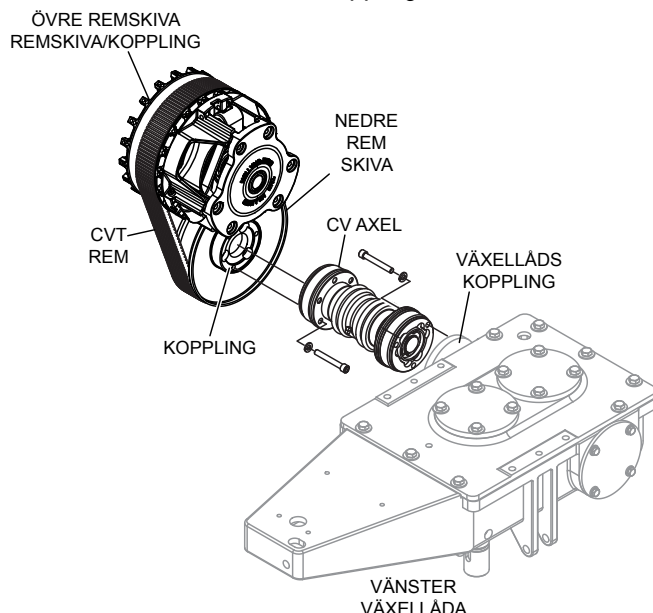

Bild 30. Ta bort den vänstra CV axeln
2. Koppla bort den vänstra CV axeln från vänster växellåda och den nedre remskivekopplingen. Se bild 30.
3. Återanslut vänster CV axel till vänster växellåda och den nedre remskivekopplingen. Se bild 30.